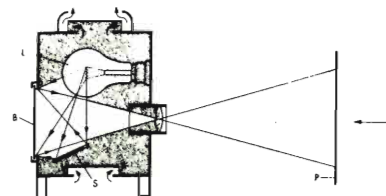

Fig. 272. Traiettorie della luce nell'episcopio; proiezione per trasparenza.
le figure 272 e 273 sono indicate le aperture per l'aerazione). Siccome non intendiamo acquistare obiettivi e lampade speciali, luminosità e grandezza della nostra immagine saranno necessariamente limitate. L'apparecchio descritto dà immagini sufficientemente luminose su schermo trasparente fino a m 1,20 di larghezza, usando due normali lampadine da 150 W. L'obiettivo (3) è doppio (v. fig. 266), con due menischi del diametro di 54 mm e di lunghezza focale 400 mm, a distanza di 70 mm. Il diaframma può variare da 25 a 35 mm, a seconda delle esigenze per quanto riguarda la nitidezza ai bordi. Per la costruzione del tubo, v. parte XIV.